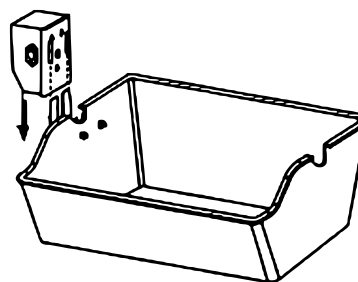

Figure 2 : Placer le moteur sur le support.
2. Insérez le moteur de la broche rotative dans le support (**Fig. 2**).